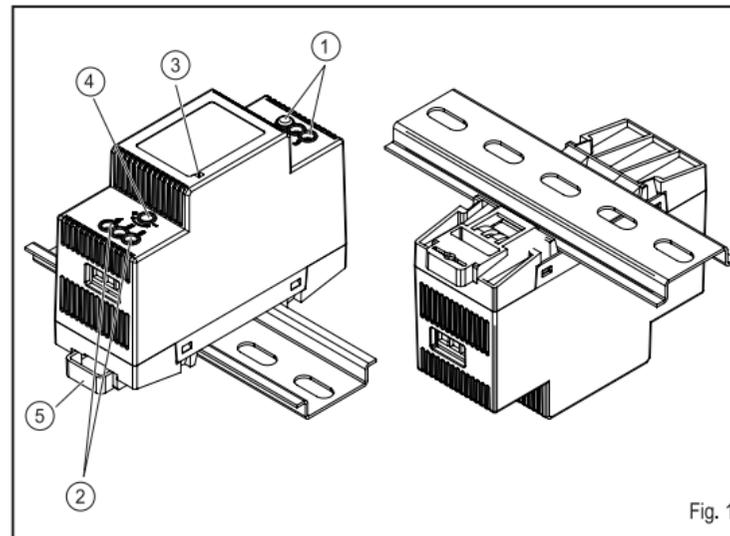

Fig. 1
2. Installation Fig. 1,2
4. Entrée 1, Fig. 1